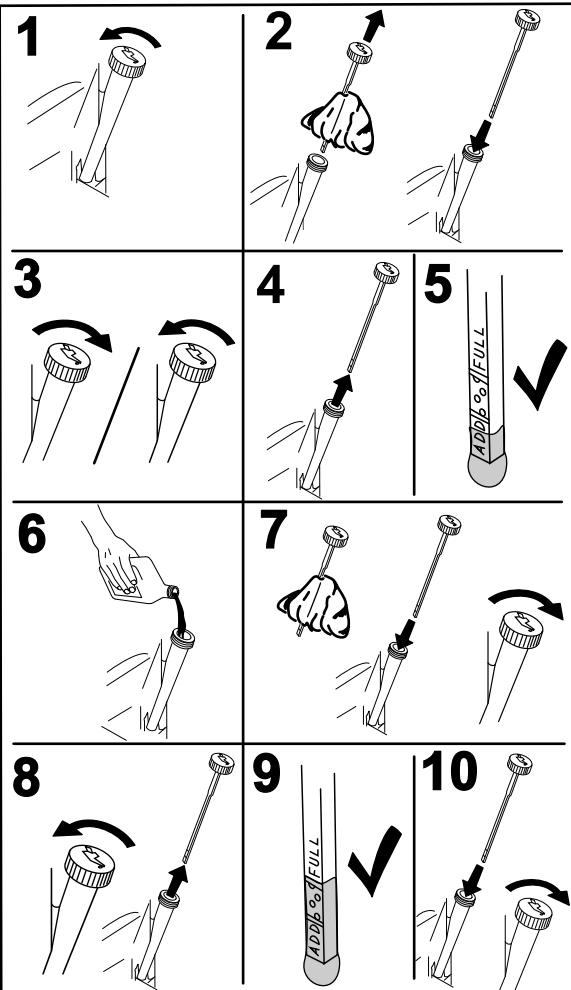

Figure 36
- Avant de quitter la position de conduite, coupez le moteur, enlevez la clé de contact et attendez l'arrêt de toutes les pièces mobiles (Figure 36).